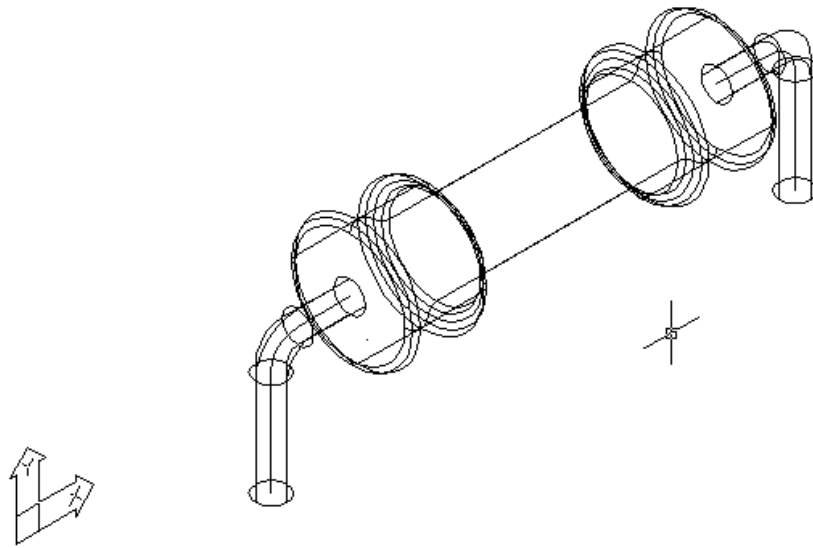

Рис. 28
9. Создать выводы путем выдавливания окружности диаметром 0.6 мм по направляющей изгиба вывода. Команда **Draw/Solids/Extrude** с ключом **Path** (рис. 28).